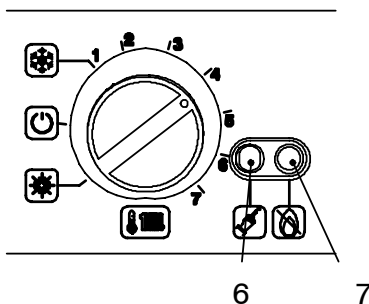

fig. 3.4
**La caldaia non funziona, la lampada 7 in fig. 3.4 è accesa.**
Premete il pulsante 6 in fig. 3.4 per ripristinare la caldaia.